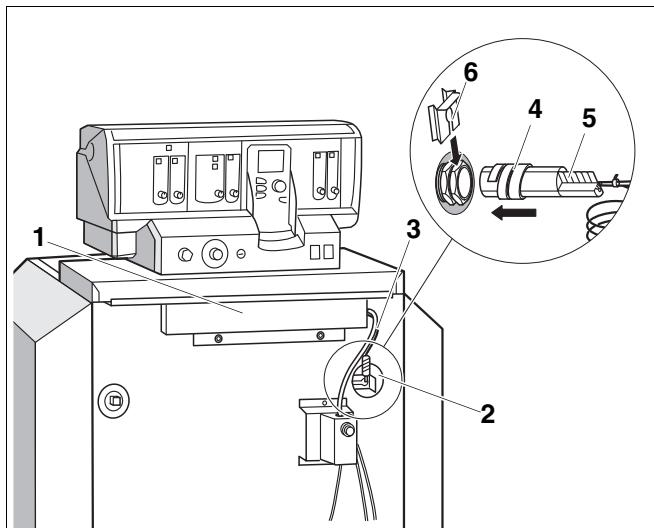

Рис. 12 Передняя крышка котла
- Снять крышку ниши для кабеля (рис. 12, **поз. 1**).
- Провести капиллярные трубы температурных датчиков и, для системы управления серии Logamatic, провод датчика температуры котловой воды под передней крышкой котла вперед к месту замера (рис. 12, **поз. 2**). Провода при этом разматывать только на необходимую длину.
- Провести провод горелки (рис. 12, **поз. 3**) под передней крышкой котла назад к подключению системы управления.
- Температурный датчик вставить до упора в гильзу (рис. 12).
- Пластмассовая спираль (рис. 12, **поз. 4**) автоматически сдвигается назад. Компенсационная пружина (рис. 12, **поз. 5**) должна быть вставлена в гильзу.
Надеть фиксатор датчиков (рис. 12, **поз. 6**; поставка с системой управления) сбоку или сверху на оголовок гильзы (рис. 12, см. стрелку).